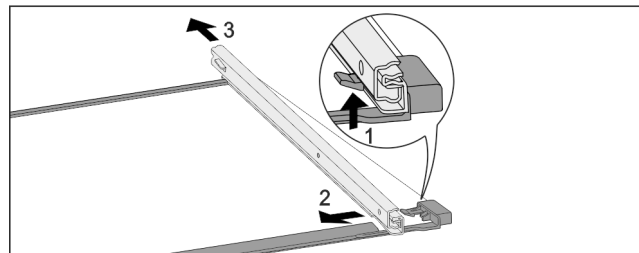

Fig. 158 Glasplatte mit Schienen
- ▶ Vorderen Rasthaken nach oben drücken. Fig. 158 (1)
- ▶ Auszugsschiene zur Seite Fig. 158 (2) und nach hinten Fig. 158 (3) wegschieben.